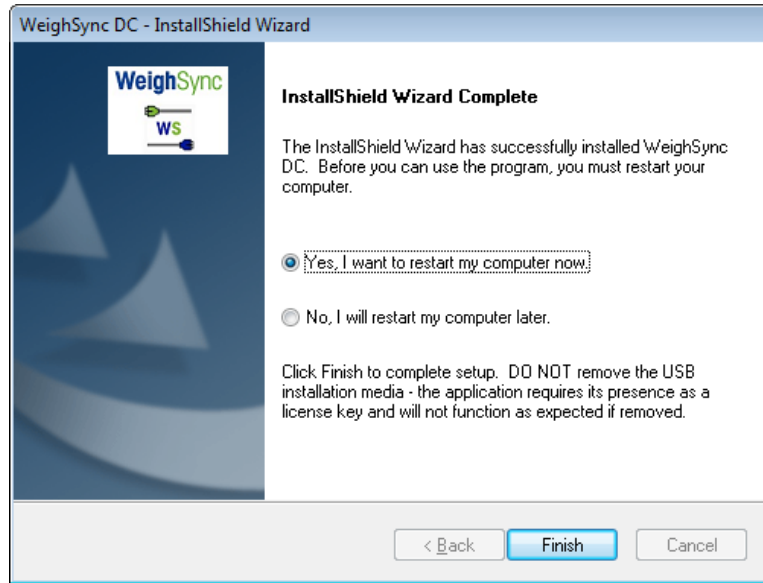

Figure 1-8 : Installation terminée
9. Une fois l'installation terminée, un message final sera présenté (Figure 1-8).